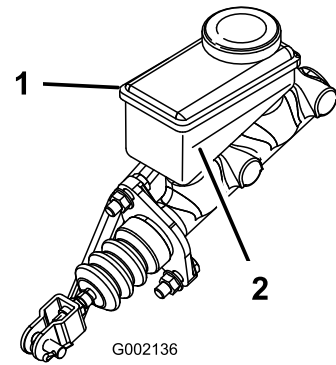

Figure 66
5. Observez le repère de niveau sur le côté du réservoir (Figure 66).
- B. Versez du liquide de frein DOT 3 dans le réservoir jusqu'à ce que le niveau dépasse le repère minimum (Figure 66).